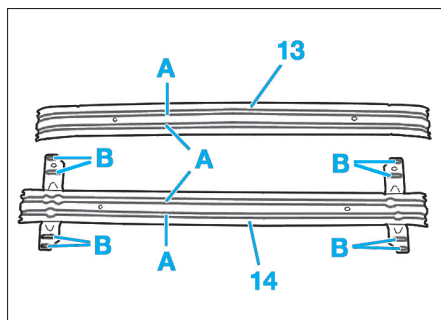

Fig. 52
- Appliquer des cordons de mastic A4 en (A), sur les raidisseurs (13) et (14) et en (B) sur le raidisseur arrière (14) (Fig.52).